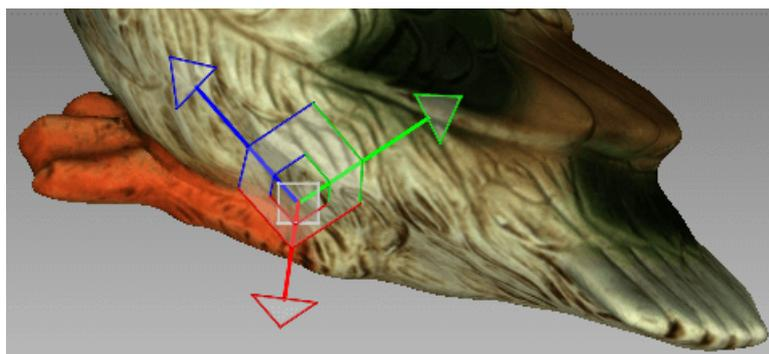

Abbildung 98: Verschiebungs-Kontrolle
- Das Objekt im Fenster *3D-Ansicht* durch Ziehen der entsprechenden Kontrolle frei bewegen (siehe Abb. 98):